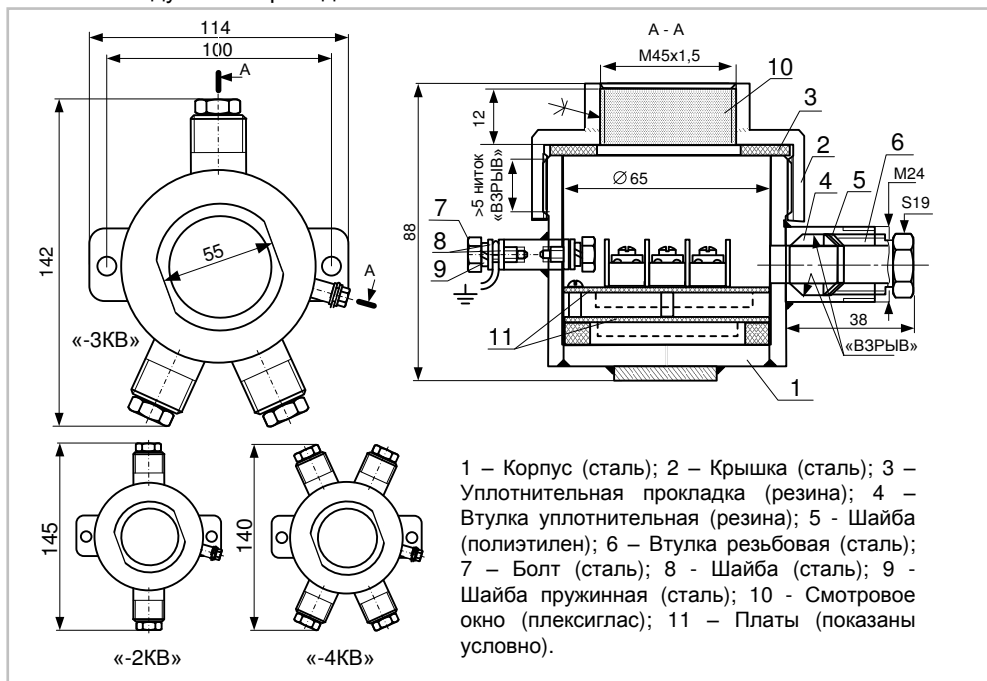
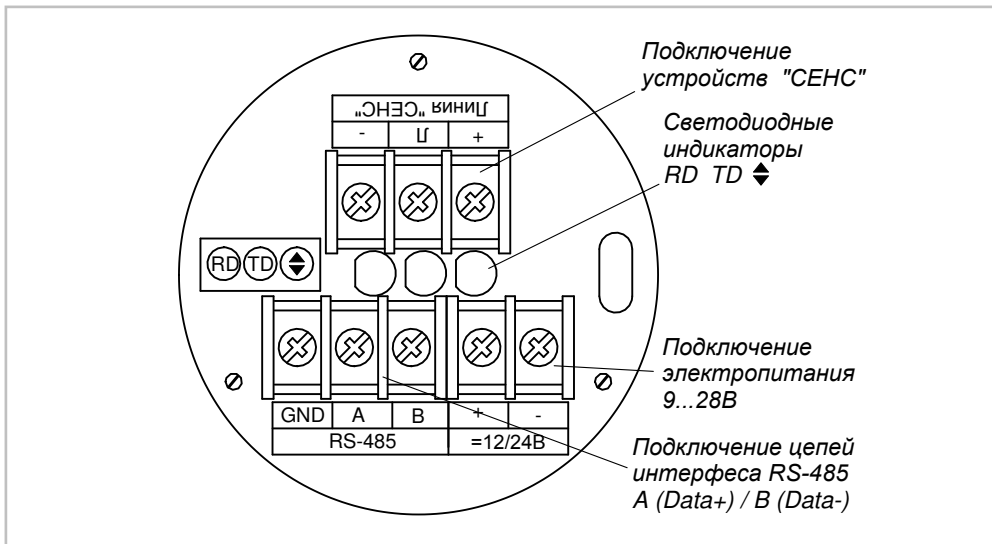

Рисунок 1. Внешний вид. Размеры. Чертеж средств взрывозащиты
Рис. 2. Внешний вид платы адаптера. Назначение контактов и индикаторов.
5.1.1 Адаптер (рис. 1) состоит из стального корпуса с кабельными вводами (число кабельных вводов – 2, 3, 4 – определяется вариантом исполнения), в котором размещены две печатные платы с элементами схемы, закрываемым навинчивающейся крышкой со смотровым окном. Герметичность корпуса обеспечивается резиновыми уплотнениями. На верхней плате расположена собственно схема адаптера ЛИИ-RS485 Modbus, винтовые клеммные зажимы и светодиодные индикаторы (см. рис. 2). На нижней плате располагается DC-DC преобразователь напряжения, осуществляющий питание схемы и выдающий напряжение в линию питания-связи устройств СЕНС. Платы связаны между собой проводниками.
5.1.2 Назначение винтовых клеммных зажимов (рис.2).
Взрывозащищенность устройства (рис. 1) обеспечивается применением вида взрывозащиты "взрывонепроницаемая оболочка "d" по ГОСТ Р 51330.1-99 за счет заключения электрических цепей в оболочку, которая выдерживает давление взрыва и исключает передачу взрыва в окружающую среду. Взрывонепроницаемость и герметичность кабельного ввода достигается применением уплотнительной резиновой
Устройство поставляется с крышкой, имеющей **прозрачное смотровое окно** (рис. 1, поз.10) – обозначение «-СВ».
А) по **числу кабельных вводов** корпуса (см. рис. 1, справа). Обозначение: «-2КВ» «-3КВ» «-4КВ»;
7.3.2 Отвернуть крышку 2 (рис. 1). Вывернуть втулки 6 и вынуть резиновые стержни из кабельных вводов.